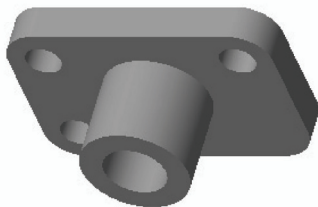

图 7-22 打开模型文件
STEP 01 单击快速访问工具栏中的“打开”按钮，打开模型文件，如图 7-22 所示。